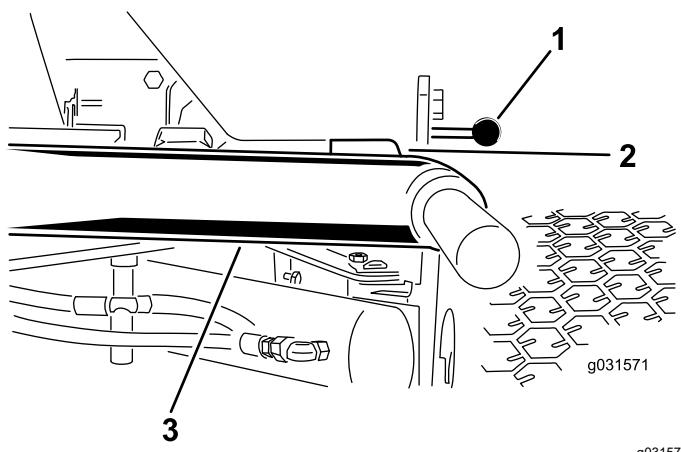

Figura 10
- Avviate il motore, sollevate gli apparati di taglio e assicuratevi che la distanza tra ciascun braccio di sollevamento e la staffa della piastra di appoggio sia pari a 5–8 mm, come illustrato nella Figura 10.